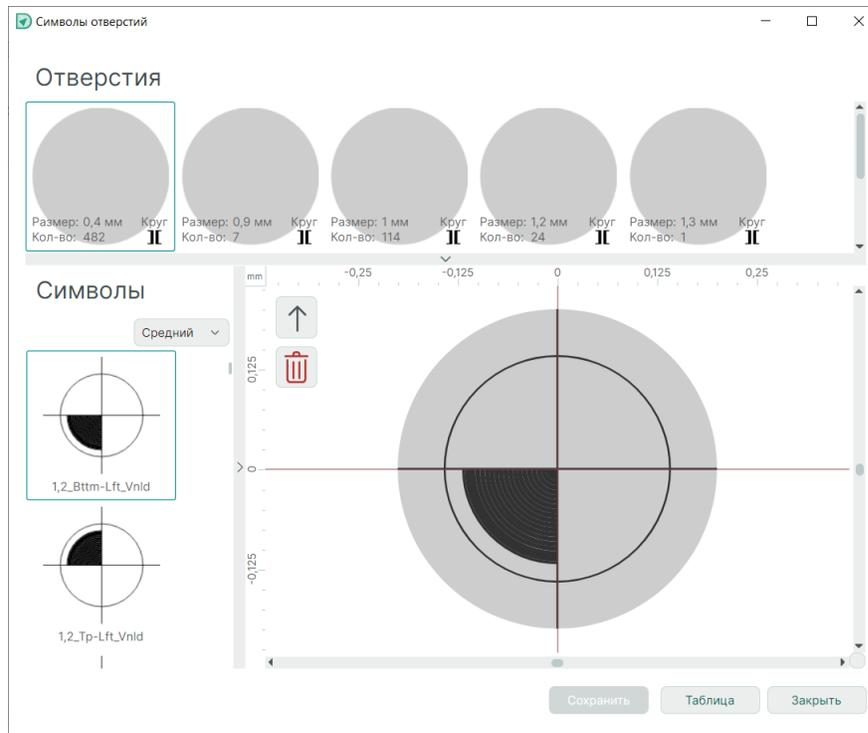

Рис. 59 Окно назначения символов отверстиям текущего проекта
3. В открывшемся окне «Символы отверстий» назначьте символы для отверстий, содержащихся в текущем проекте, см. Рис. 59. Символы отверстий хранятся в разделе «Графические символы» в Стандартах системы.